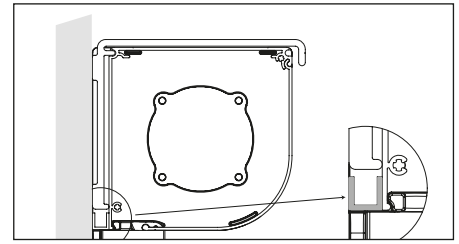

Fig. 31: Profilé en U - largeur
A. Profilé en U - largeur horizontale (fig. 31)